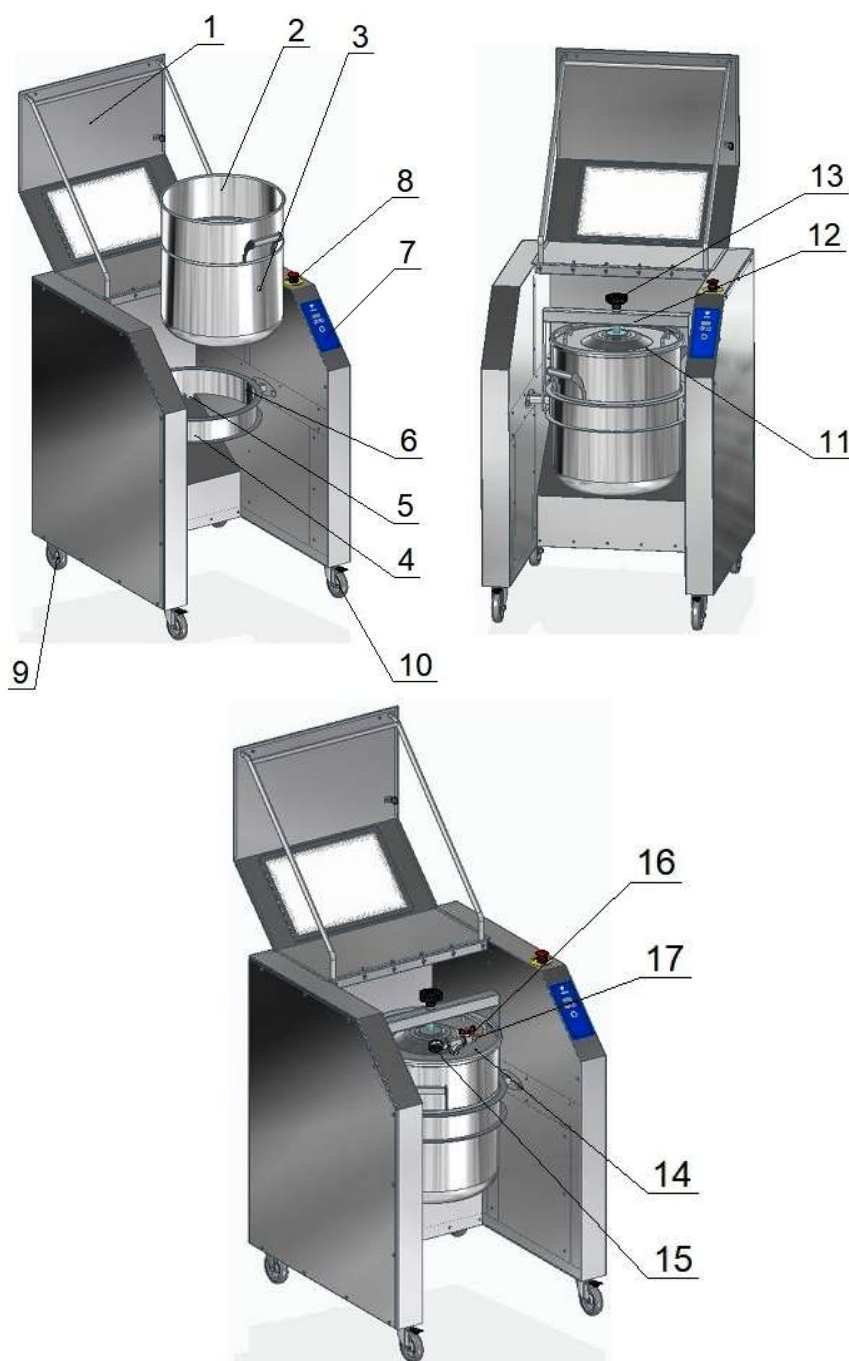

Рис. 3
Установите барабан (2) в обойму (4) (см. рис.3). Для этого необходимо совместить бонку (3) барабана с пазом (6) на обойме, установить барабан в обойму и для фиксации повернуть его против часовой стрелки до контакта бонки (3) с упором (5) на обойме (4).